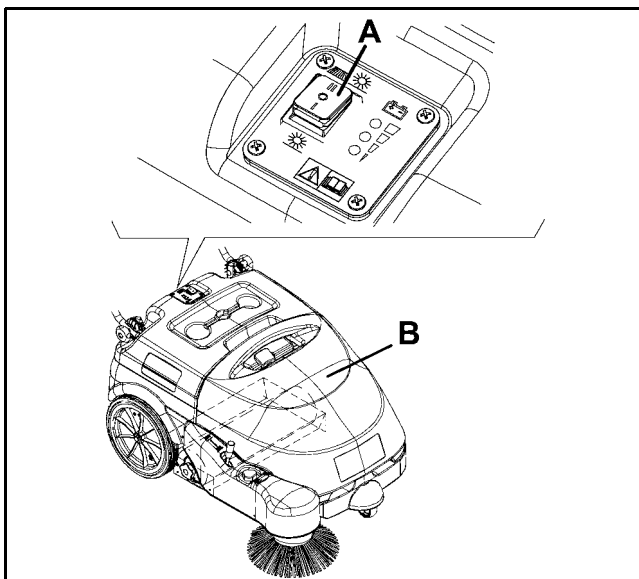

Figure 16
2. Positionner l'interrupteur général (A, Fig. 16) sur "0".
3. Déposer le conteneur déchets (B, Fig. 16).